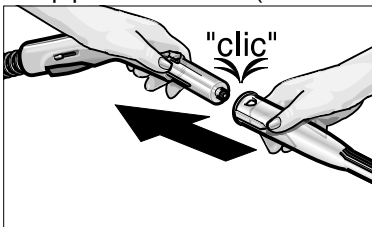

Abb. 1: Aufstecken von Zubehör auf die Dampfpistole (C1)
- Verbinden Sie das gewünschte Zubehörteil mit der Dampfpistole (C1). Stecken Sie dazu das rohrförmige Ende des Zubehörteiles auf die Dampfpistole (C1). Schieben Sie das Zubehörteil dann soweit auf die Dampfpistole, bis die Entriegelungstaste (C2) der Dampfpistole einrastet (siehe Abb. 1).